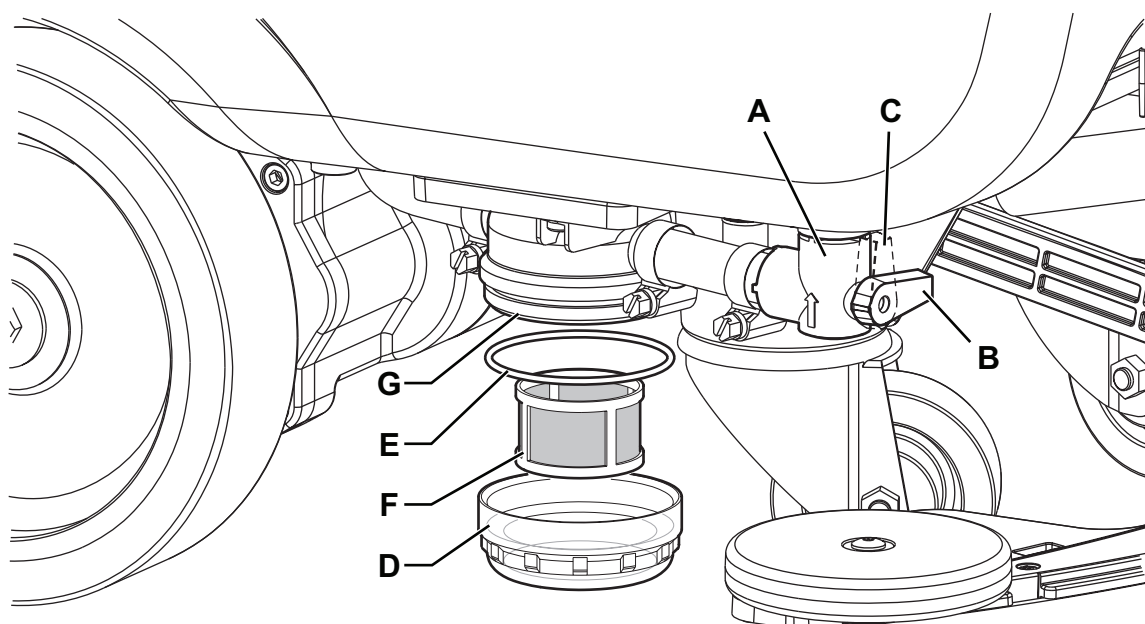

Afbeelding 13
2. Controleer of de machine is uitgeschakeld en de bedienerssleutel (51) is verwijderd.
3. Breng de afdekking (34) omhoog.
4. Reinig en was de binnenkant van de tank (33) en de afdekking met schoon water.
5. Voer het water af uit de tank met de slang (12).
6. Reinig het aanzuigrooster (31), koppel de houders (A, Afb. 13) los, open het rooster (B) en neem de vlotter (C); reinig deze daarna zorgvuldig en plaats terug.
7. Demonteer de verzamelbak voor grof vuil (D) en open het deksel ervan. Reinig de bak zorgvuldig en monteer hem weer op de aanzuigslang.
8. Controleer of de pakking (E) van de afdekking van de tank heel is.
*De pakking (E) zorgt dat er voldoende onderdruk wordt opgebouwd in de tank. Dat is nodig om het vuile water naar binnen te zuigen.*